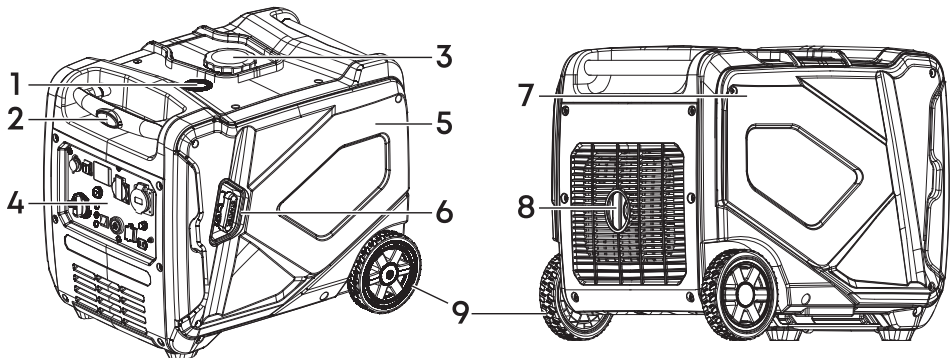

Рис. 6. Устройство модели BGG-5500Ei
- Для модели **BGG-5500Ei**: снимите правую сервисную панель (рис. 6, поз. 5).